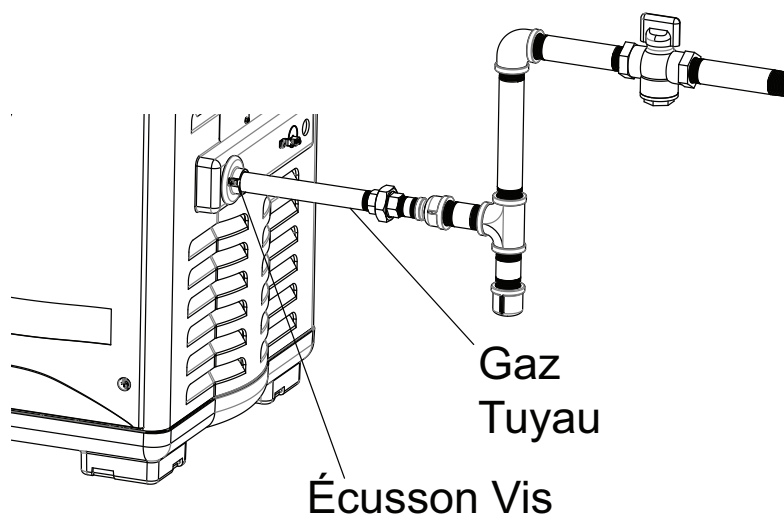

Figure 10. Bride installée sur le tuyau. S'assurer que la bride couvre l'ouverture circulaire dans le panneau du chauffe-piscine.
2. Lors de l'installation du tuyau de $\frac{3}{4}$ po dans la soupape de gaz, placer la rosace du tuyau de gaz sur le tuyau de façon à ce que le plus grand cercle soit face au panneau de service du chauffe-piscine et que le plus petit cercle avec la vis soit orienté du côté opposé au panneau de service (vers le raccord), comme montré à la figure 10.